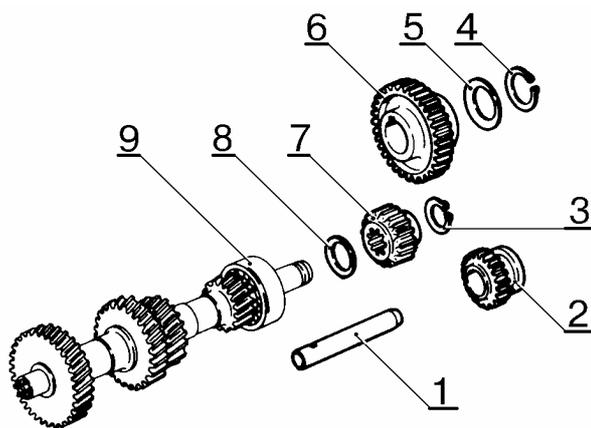

Рис.55. Детали задней передачи четырехступенчатой КП:
- установить ось 1, рис.55, промежуточной шестерни заднего хода и стопорную пластину 1, рис.23, промежуточного подшипника вторичного вала. Затянуть винты крепления пластины (отвертка ударная 02.7810-4018, молоток).
- установить шпонку ведомой шестерни 6, рис.55, на вторичный вал.;
- установить на промежуточный вал 9, рис.55, пружинную шайбу 8, ведущую шестерню 7 заднего хода и стопорное кольцо 3 (щипцы);
- установить одновременно на шток 15 вилку 13 с дистанционной втулкой 14, а на ось 1, рис.55 - промежуточную шестерню 2 заднего хода;